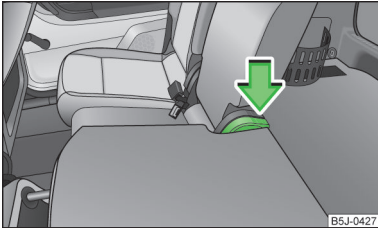

Abb. 42
- > Den Hebel » Abb. 42 drücken und die Sitzlehne zurückklappen. Durch Ziehen sicherstellen, dass die Sitzlehne eingerastet ist.